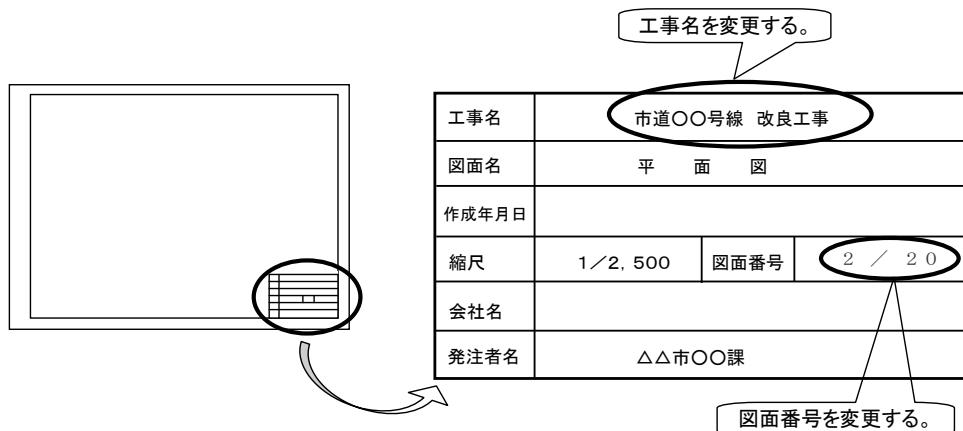

図 2-3 表題欄の工事名及び図面番号等の修正イメージ
- 「2.1.4. (1) CAD図面の作成」に従って新規に作成した図面と過去の委託成果図面の順番を組み直し、図面の表題欄の工事名及び図面番号等を修正する。(図 2-3 参照)